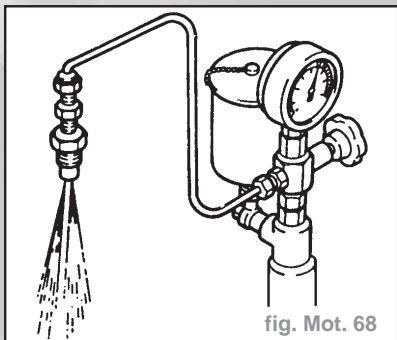

fig. Mot. 68
- Actionner plusieurs fois le levier de la pompe du banc de contrôle pour rincer l'injecteur (fig. Mot. 68).
- Installer l'injecteur sur le manomètre de pression (fig. Mot. 68).